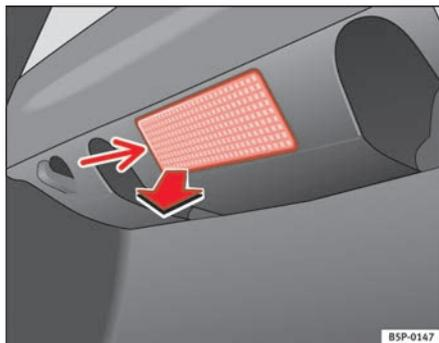

Fig. 149 Luz maletero
- Extraiga la tulipa haciendo presión sobre el borde de la parte interior de la misma -flecha- con ayuda de un destornillador por su parte plana ⇒ fig. 149.